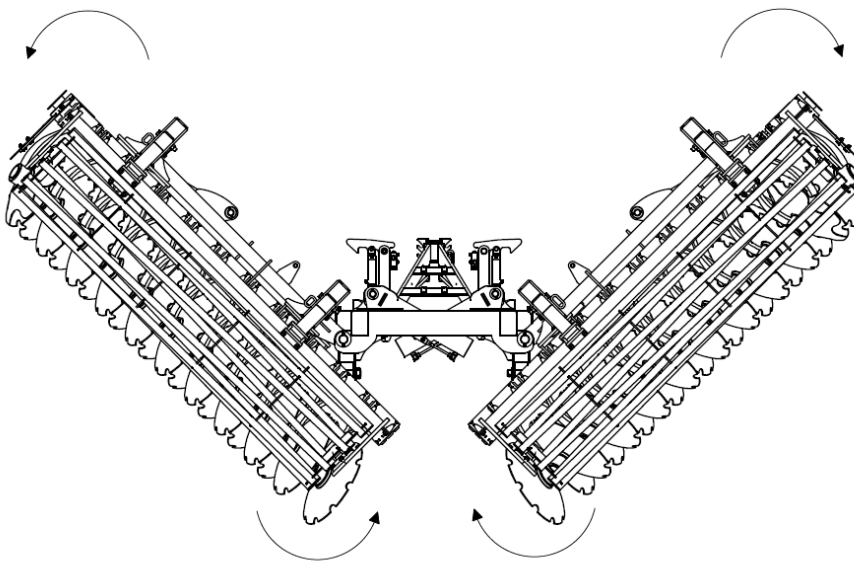

Abb. 10 Reihenfolge der Öffnung der Maschine: Öffnen der Maschine unter besonderer Berücksichtigung der Höhe der Armeenden vom Boden.
4. Achten Sie beim Öffnen der Flügelarme der Maschine darauf, dass die Enden der Arme auf der richtigen Höhe sind, damit sie nicht am Boden hängen bleiben (Abb. 10).